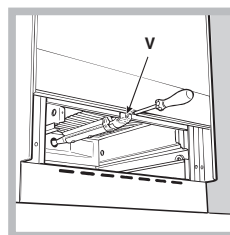

Fig. 3
3. Retirez le brûleur du four après avoir dévissé les vis V (voir figure 3). L'ensemble de l'opération sera facilité si la porte du four est retirée.